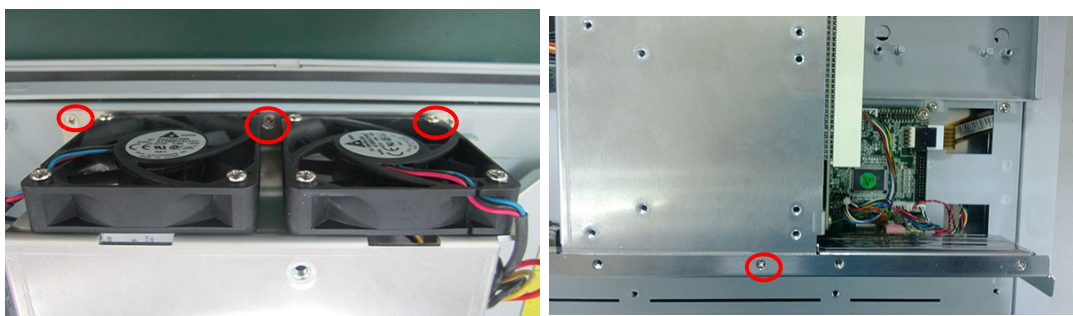

图 2.11:
3. 将加强板上所有螺丝拆除，其中包含风扇旁的三颗螺丝拆除（如图 2.11 所示）和 I/O 挡板上的一颗螺丝。